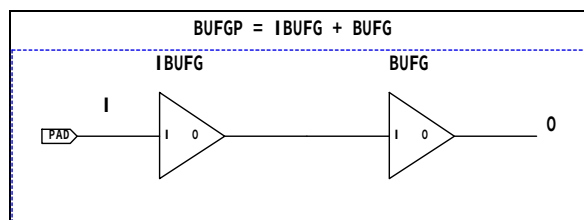

图4-83 BUFGP 示意图
- (6) BUFGP 相当于 IBUFG 加上 BUFG。图 4-83 所示为 BUFGP 示意图。